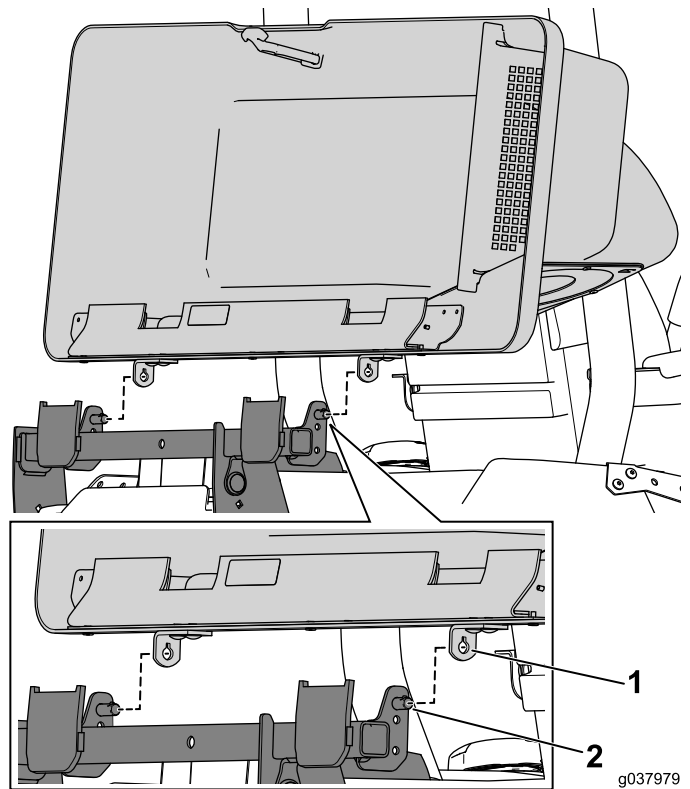

図 20
2. ピボットブラケットのキー穴を、ピボットピンのキーに合わせて取り付ける 図 20。